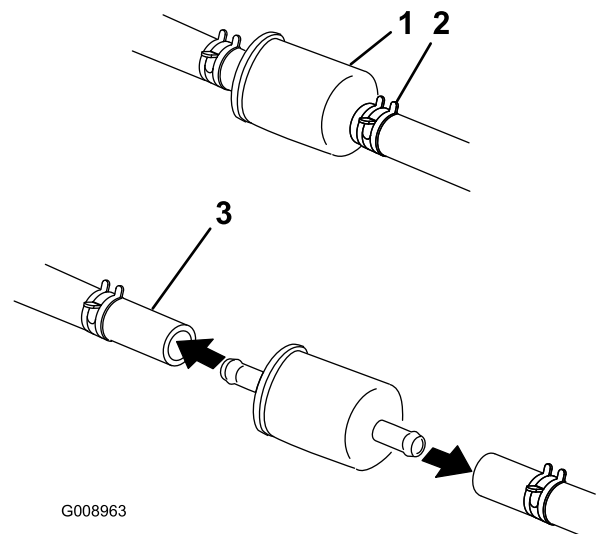

Figura 39
4. Apriete los extremos de las abrazaderas y deslícelas por el tubo alejándolas del filtro (Figura 39).